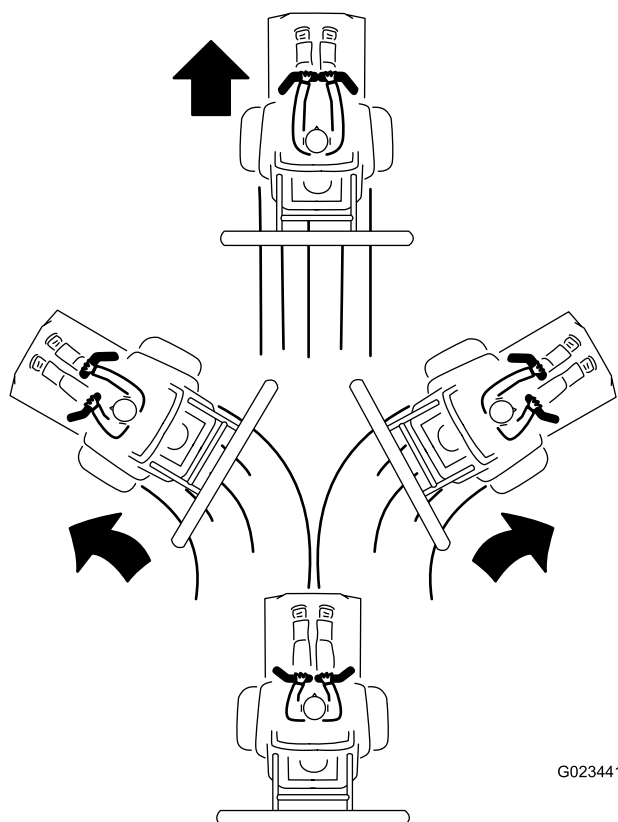

Figura 25
3. Per procedere in marcia avanti, spingete lentamente le stegole di comando in avanti (Figura 25).